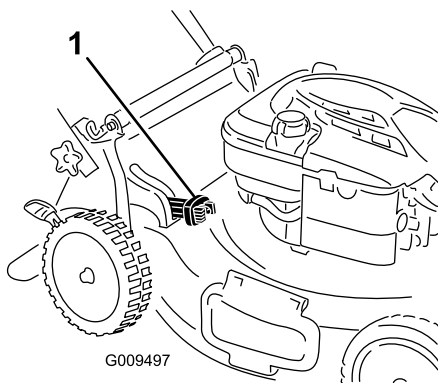

Figura 14
- Para ensacar los recortes de hierba y hojas, presione hacia dentro el botón de la palanca de ensacado a demanda y mueva la palanca hacia delante hasta que salga el botón de la palanca (Figura 14)
Importante: Para asegurar un funcionamiento correcto, retire cualquier recorte de hierba y otros residuos de la tapa de ensacado a demanda y del hueco adyacente (Figura 14) antes de mover la palanca de ensacado a demanda de una posición a la otra.